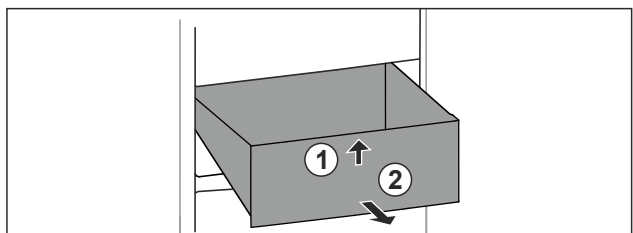

Fig. 77
- Lyft upp låda framtill. Fig. 77 (1)
- Ta ut låda genom att dra den framåt. Fig. 77 (2)